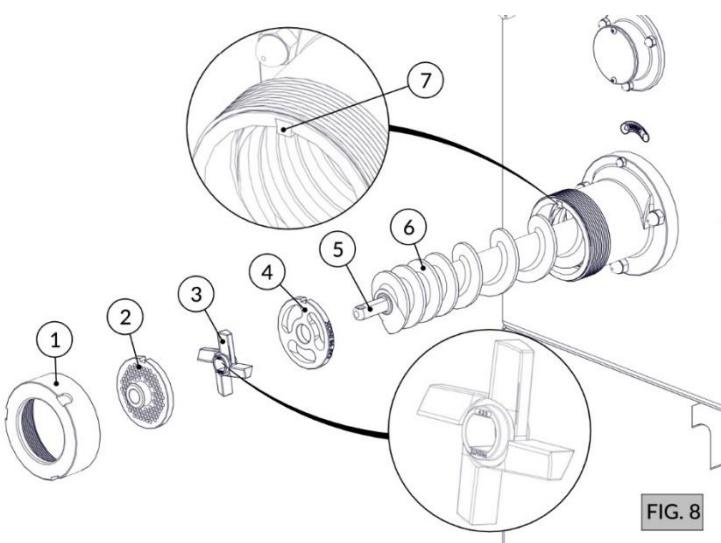

FIG. 8
3. Coloque o caracol (Item 6 - FIG. 8), encaixando-o no quadrado do eixo arrastador;
4. Coloque o pré-cortador (Item 4 - FIG. 8) no pino do caracol (Item 5 - FIG. 8);
5. Coloque a cruzeta dupla (Item 3 - FIG. 8) no pino do caracol (Item 5 - FIG. 8), observando sua posição de corte (corte para frente);
6. Coloque o disco com o furo desejado (Item 2 - FIG. 8) no pino do caracol, certificando-se que encaixou na chaveta do bocal (Item 7 - FIG. 8);
7. Rosqueie o volante (Item 1- FIG. 8) até encostar no disco;